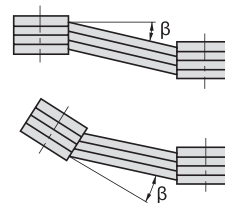

图9
- 两皮带轮的平行度，偏心度 $\beta$ 请控制在 $20'$ 以内。(参阅图9)